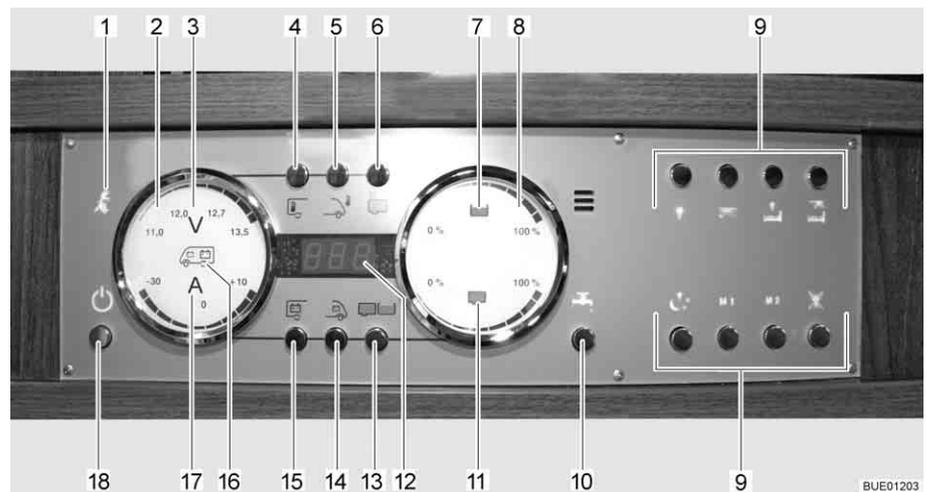

Fig. 118 Panel LT 510
Se enciende la luz de control de 230 V (Fig. 118,1) cuando hay tensión de red en la entrada del bloque eléctrico.
El interruptor principal de 12 V (Fig. 118,18) conecta y desconecta el panel y la alimentación de 12 V del habitáculo.
- Pulsar la tecla de la alimentación de 12 V (Fig. 118,18) brevemente. La alimentación de 12 V del habitáculo está conectada. La visualización de control "12 V" está encendida.
- ▷ En caso de que después de la conexión parpadeen tanto el LED "11,0" de la visualización de voltios así como el símbolo Voltios "V" (Fig. 118,3) en el instrumento indicador Baterías (Fig. 118,2), será demasiado baja la tensión de la batería del habitáculo. Cargar la batería.
- ▷ En caso de que después de la conexión parpadeen tres veces la visualización de control 12 V y el símbolo Voltios V (Fig. 118,3), estará activada la separación de batería. Desactivar la separación de batería.
- Pulsar la tecla de la alimentación de 12 V (Fig. 118,18) brevemente. La alimentación de 12 V del habitáculo está desconectada. La visualización de control "Alimentación de 12 V" se apagará.
- Pulsar la tecla Batería del habitáculo (Fig. 118,15) y mantenerla pulsada aprox. 10 segundos. El símbolo Voltios "V" (Fig. 118,3) y la visualización de control "12 V" parpadearán tres veces. La batería del habitáculo está separada de la red de a bordo de 12 V.
- Pulsar la tecla de la alimentación de 12 V (Fig. 118,18) y mantenerla pulsada aprox. 5 segundos. El símbolo Voltios "V" (Fig. 118,3) y la visualización de control "12 V" parpadearán tres veces. La batería del habitáculo está conectada a la red de a bordo de 12 V. La visualización de control estará encendida durante aprox. 5 segundos.
- Pulsar la tecla Batería del habitáculo (Fig. 118,15). El símbolo Voltios "V" (Fig. 118,3) estará encendido. Según la carga o la descarga, el símbolo Amperios "A" (Fig. 118,17) estará iluminado de color blanco o rojo. La tensión de la batería y la corriente de la batería del habitáculo se visualizan a través de LEDs en el instrumento indicador.
- Pulsar la tecla Batería del motor de arranque (Fig. 118,14). El símbolo Voltios "V" (Fig. 118,3) estará encendido. La tensión de la batería del motor de arranque es visualizada a través de LEDs en el instrumento indicador.
- Pulsar la tecla Depósitos (Fig. 118,13). Los símbolos Depósito de agua (Fig. 118,7) y Depósito de aguas residuales (Fig. 118,11) estarán encendidos. Los niveles de llenado del depósito de agua (escala superior) y del depósito de aguas residuales (escala inferior) serán visualizados a través de LEDs en el instrumento indicador.
El símbolo Depósito de agua (Fig. 118,7) o el símbolo Depósito de aguas residuales (Fig. 118,11) parpadeará si el depósito de agua está vacío o el depósito de aguas residuales está lleno.
A través del visualizador digital (Fig. 118,12) es posible visualizar la temperatura interior y la temperatura exterior.